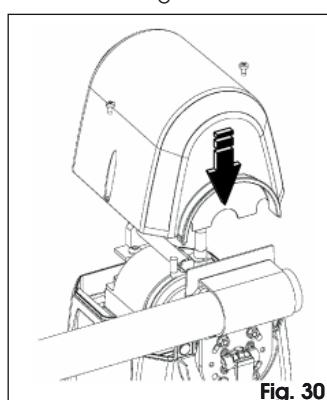

Fig. 30
•Riposizionare il carter superiore, Fig. 30.